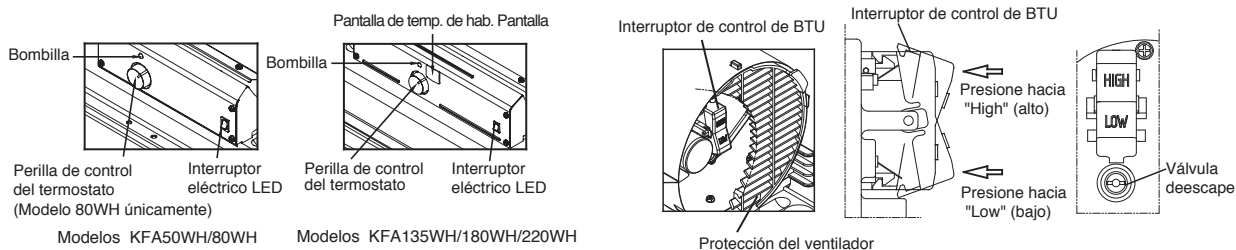

Figura 8. Controles para todos los modelos
5. Presione el “interruptor de control de BTU” al nivel “Alto” (Consulte la figura 8). (Modelos KFA180WH/220WH únicamente)